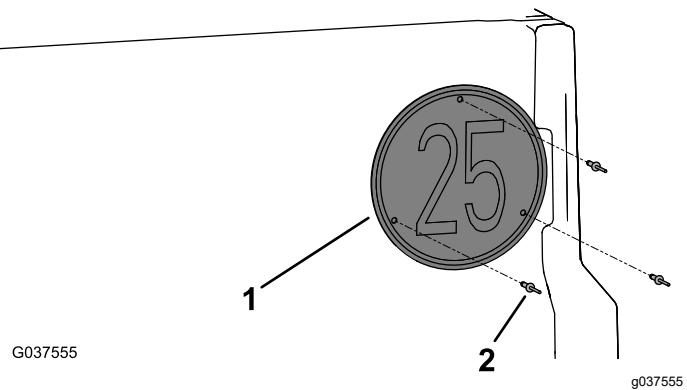

Figura 14
4. Montate la piastra di velocità sulla sponda posteriore utilizzando 3 ribattini con spina (3/16" x 15/16"), come illustrato nella Figura 14.